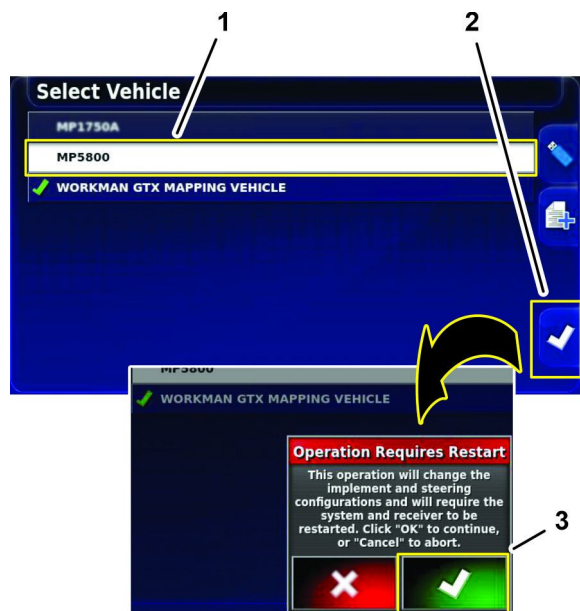

Figura 203
2. Pressione o ícone do veículo pulverizador e, em seguida, pressione o ícone Selecionar (Figura 203).
3. Na caixa de diálogo "a operação exige que o sistema seja reiniciado", pressione o ícone Confirmar (Figura 203).